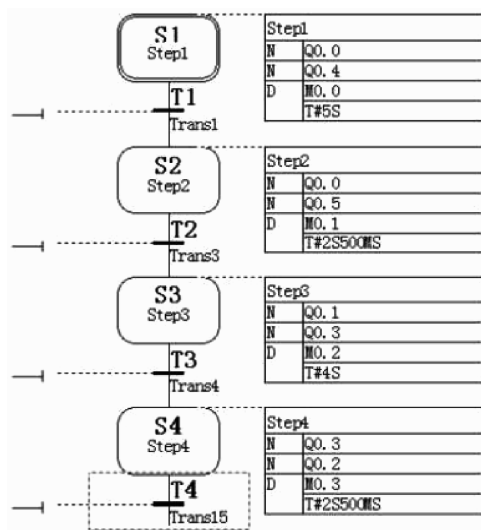

图 6-12 “步”动作
4) 按照同样方法把每一“步”的动作框编写完整，如图 6-12 所示。